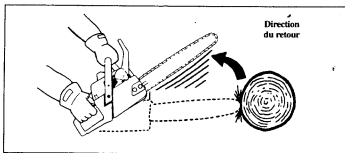

Figure 2
2. **Ne laissez jamais le bout de la chaîne en mouvement toucher un objet quelconque.** Figure 2.